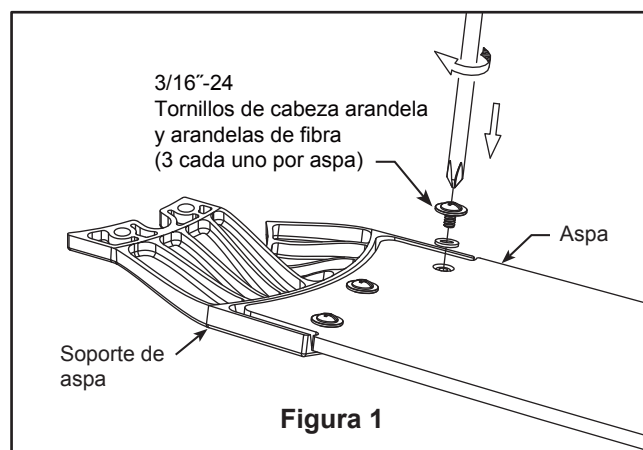

Figura 1
- ☐ 1. Instale la cubierta rotando la ranura clave en la cubierta sobre el tornillo de hombro del soporte del gancho, teniendo cuidado de no pillar los cables. Fije el tornillo de hombro. Instale adecuadamente y fije el segundo tornillo de hombro que fue anteriormente guardado. (Figura 1)
1. Coloque el aspa sobre el soporte de aspa con los pilotes roscados a la vista. Asegúrese de que la parte inferior del aspa se encuentre bien apoyada sobre el soporte de aspa. Con un destornillador Phillips, fije los tornillos de cabeza arandela de 3/16"-24 y arandelas de fibra para asegurar la aspa en el soporte de aspa. (Figura 1)
- ☐ 1. Extraiga los tres tornillos del soporte ubicado en la placa del adaptador de la unidad del motor. Guárdelos para el paso 3. (Figura 1)
- ☐ **1. IMPORTANTE:** El uso de un regulador de la intensidad completa (no incluido) para controlar la velocidad del ventilador dañará el dispositivo. Para reducir el riesgo de incendio o descarga eléctrica, no utilice dicho regulador para controlar la velocidad del ventilador. (Figura 1)